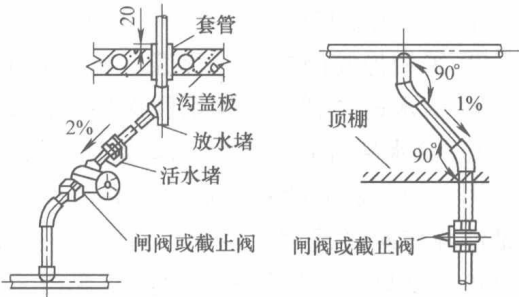
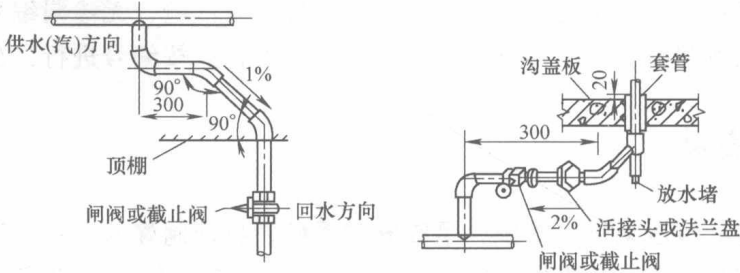

图 1-6 立管与横干管连接图（一）
图 1-7 立管与横干管连接图（二）
(2) 立管暗装 竖井内立管安装的卡件宜在管井口设置型钢，上下统一吊线安装卡件。安装在墙内的立管应在结构施工中预留管槽，立管安装后吊直找正，用卡件固定。支管的甩口应露明并加好临时丝堵。
(3) 热水立管暗装 按设计要求加好套管。立管与横干管连接要采用 2 个弯头（图 1-6）。立管直线长度大于 15m 时，与横干管连接要采用 3 个弯头（图 1-7）。立管如有补偿器，安装如干管。